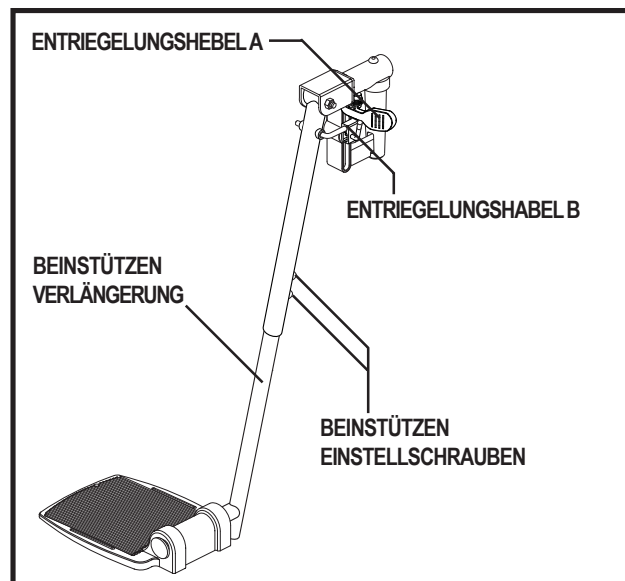

Abb. 20. Schwenkbare Beinstützen
1. Drücken Sie den Entriegelungshebel A. Siehe Abb. 20.
1. Drücken Sie den Entriegelungshebel B. Siehe Abb. 20.
1. Entfernen Sie die beiden Einstellschrauben von jeder Seite der Beinstützenverlängerung. Siehe Abb. 20.